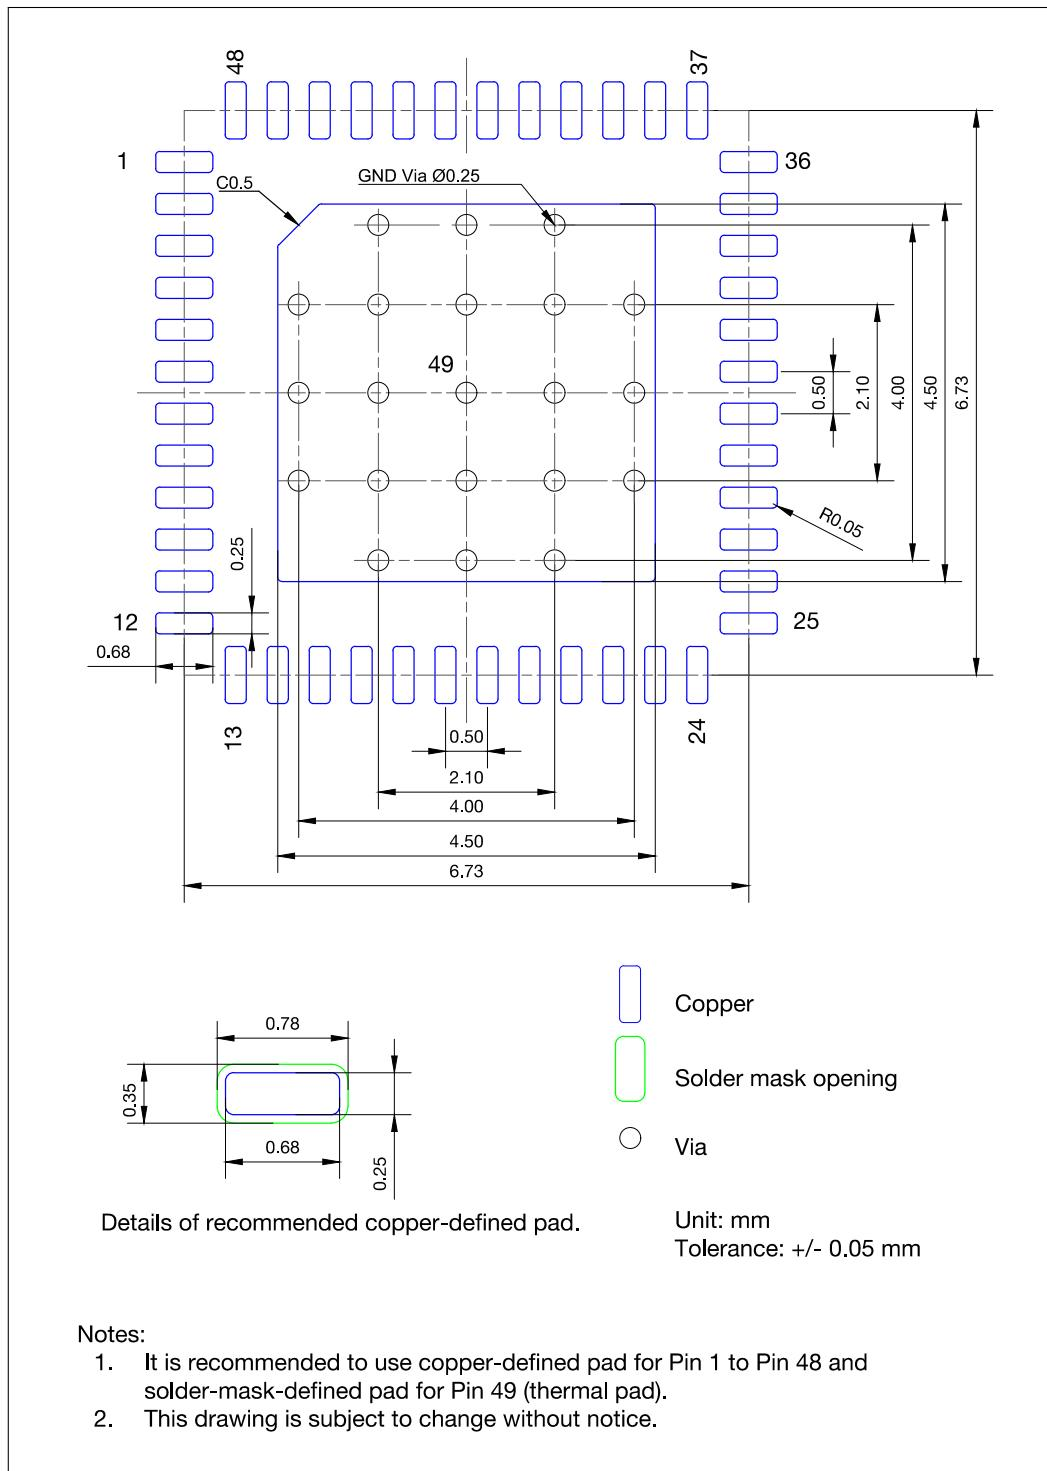

图 15: ESP32-PICO PCB 封装图形
- 推荐 PCB 封装图，标有 PCB 设计所需的全部尺寸。详见图 15 ESP32-PICO PCB 封装图形。
- 推荐 PCB 封装图的源文件，用于测量图 15 中未标注的尺寸。您可用 Autodesk Viewer 查看 ESP32-PICO-D4、ESP32-PICO-V3、ESP2-PICO-V3-02 的封装图源文件。